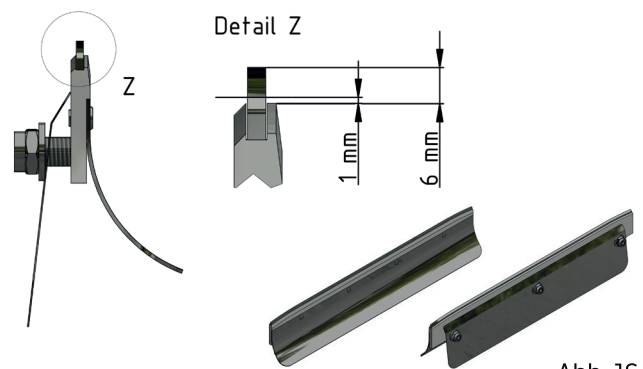

Abb. 16
- Die Hartmetallplatten dürfen bis ca. 1 mm vor dem Träger des Hartmetalls abgenutzt werden. (s. **Abb. 16**)